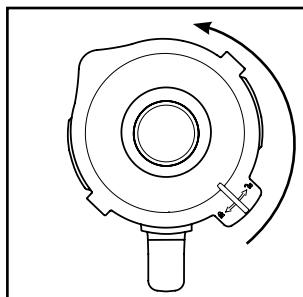
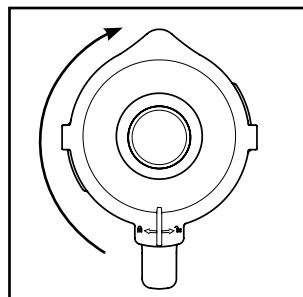

Abb.1
Abb.2
- 1) Nehmen Sie den Mixaufsatz ③ gerade nach oben vom Motorblock ⑥ ab.
- 2) Entfernen Sie den Deckel ②, indem Sie ihn so weit gegen den Uhrzeigersinn Richtung Position ↗ drehen (siehe Abb. 1), bis Sie ihn nach oben abziehen können.
- 3) Befüllen Sie den Mixaufsatz ③.
- 4) Drücken Sie den Deckel ② versetzt wieder fest auf den Mixaufsatz ③ auf. Schließen Sie den Deckel ②, indem Sie ihn im Uhrzeigersinn in die Position ↘ drehen, bis er hörbar einrastet (siehe Abb. 2). Achten Sie darauf, dass die Ausgießnase am Mixaufsatz ③ verschlossen ist. Nur wenn der Deckel ② bündig aufgesetzt ist, kann der Motor starten.